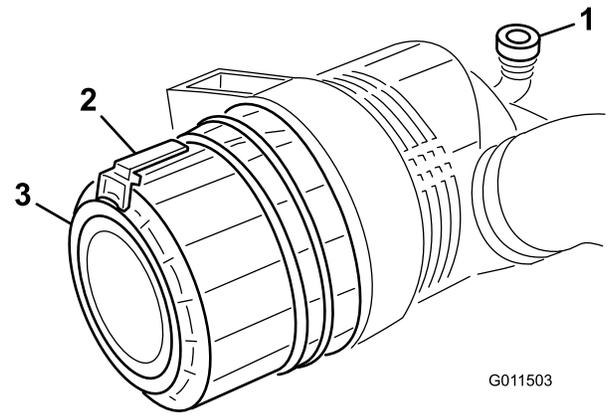

Figura 55
1. Tire hacia fuera del enganche y gire la tapa del limpiador de aire en el sentido contrario a las agujas del reloj (Figura 55).